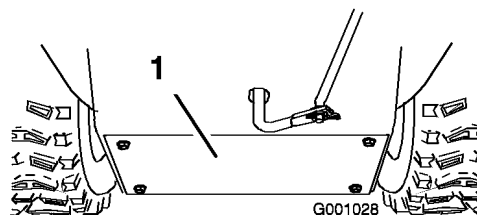

Bild 52
- Entfernen Sie die hintere Abdeckung (Bild 52).